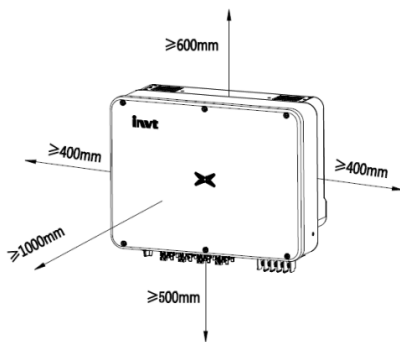

图 4.4 逆变器安装间距
- (2) 安装地点周围有足够的预留空间，便于逆变器拆装与空气对流。如图 4.4 所示；